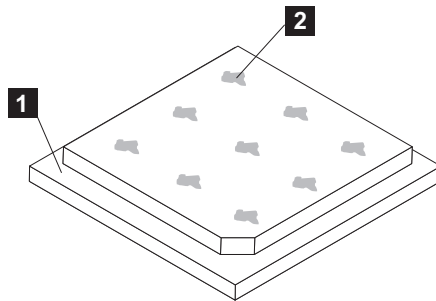

図 253. SAN ボリューム・コントローラー 2145-CF8 マイクロプロセッサへの熱伝導グリースの塗布
- 熱伝導グリース用の注射器を使用して、図 253 に示すように、マイクロプロセッサの上部に等間隔で 9 か所に 0.02 mL ずつのグリースを点状に置きます。グリースを均等に分布するには、最外部の点をマイクロプロセッサの端から約 5 mm 以内に置く必要があります。